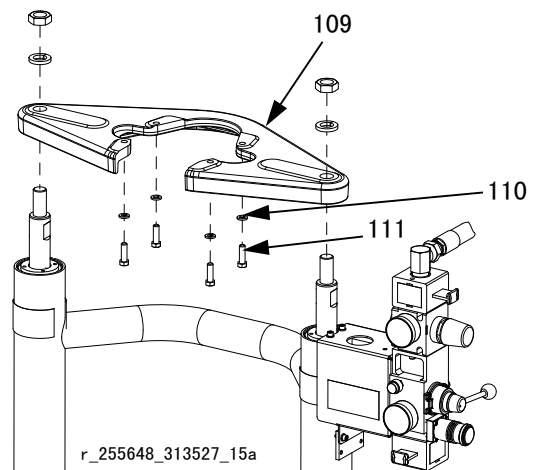

图 27：配有立柱 D60 上的 NXT
- b. 用于配备较小压盘的 NXT：如果马达已卸下，请将定位螺丝（111）和垫圈（110）拧紧在安装支架（109）上。参见图 27（第 27 页）。
1. 使用安全的起重机，用螺丝（ 111 ）和垫圈（ 110 ）将马达固定到安装板（ 109 ）上。参见图 27（ 第 27 页 ）。